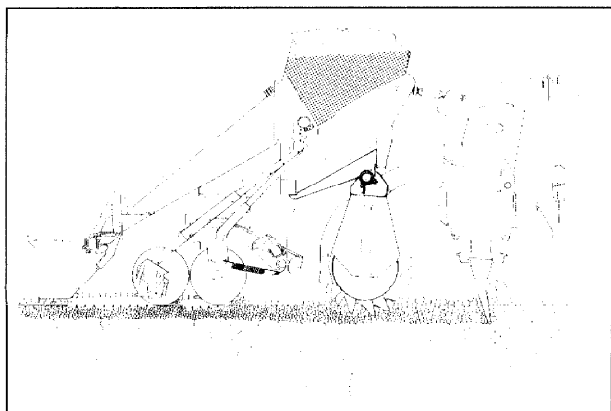

Fig. 6
- **AMAZONE-Rotorgrubber met opbouw-zaaimachine met rol/schijfscharen** (fig.6), op alle grondsoorten(ook extreem taaie of steenachtige) met of zonder voorbereiding door een zwaargrubber of ploeg, met of zonder organische massa aan de oppervlakte.